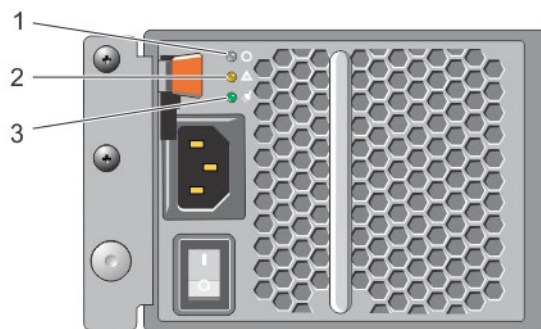

図 8. AC 電源装置スイッチと LED
1. 電源プラグの下にある電源スイッチを確認します。図 8 を参照してください。